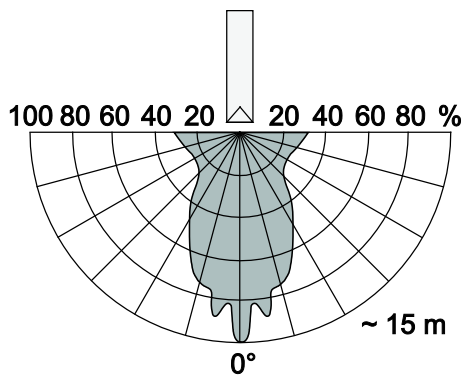

Fig. 4: Zona de recepción IR
Zona de recepción IR	aprox. 15 m (línea de 0°); véase Fig. 4
Para que el funcionamiento sea perfecto (que se mantengan las características de recepción; véase Fig. 4) la luminosidad en el lugar de montaje no puede exceder 200 Lux.
2. Observar en el direccionamiento la "zona de recepción IR", véase Fig. 4.